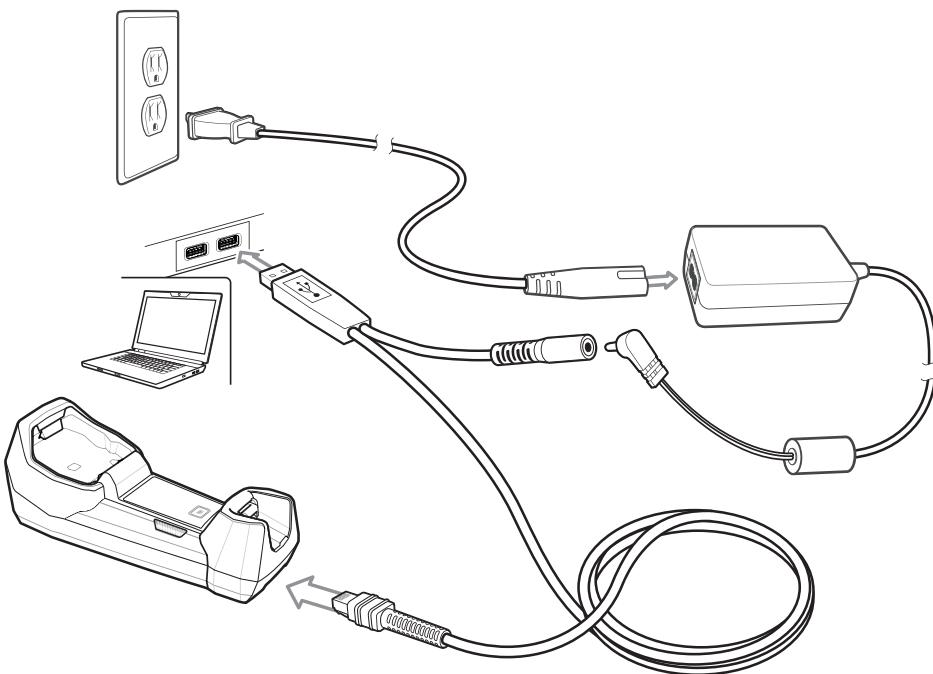

図 7-1 DS3678 への USB 接続
**メモ** 必要なインターフェース ケーブルは、設定によって異なります。図 7-1 のイラストに示したコネクタは、あくまでも例です。コネクタはイラストと異なる場合がありますが、クレードルを接続する手順は同じです。